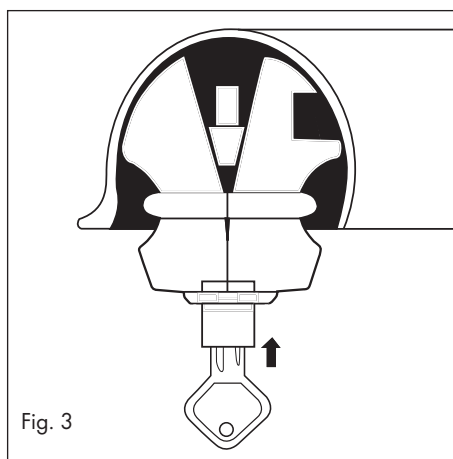

Fig. 3
7. Tournez la clé dans le sens des aiguilles d'une montre jusqu'à ce que le cylindre de serrure ne puisse être retiré (voir fig. 3).